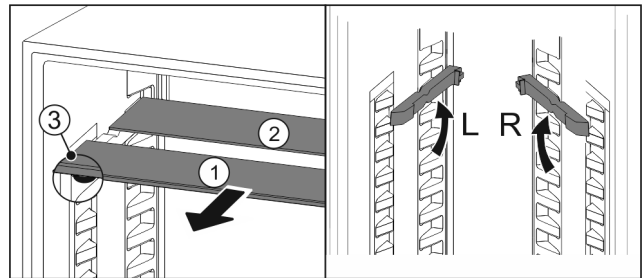

Fig. 85
- Glasplatten einzeln nach vorne herausziehen Fig. 85 (1).
- ▷ Glasplatte Fig. 85 (1) mit Zierleiste liegt vorne.
- ▷ Stopps Fig. 85 (3) zeigen nach unten.